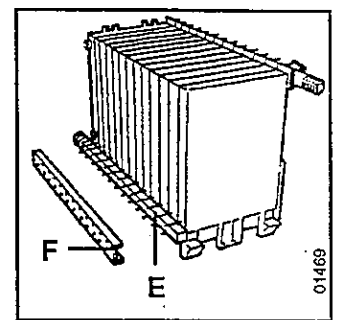

Fig. 9
Monter le collecteur arrière (E) en orientant le retour à droite ou à gauche selon l'installation (Fig. 9). Le centrage du piquage 3/4" (robinet de vidange) permet de positionner le collecteur avec précision, par rapport à sa plaque de serrage (F).